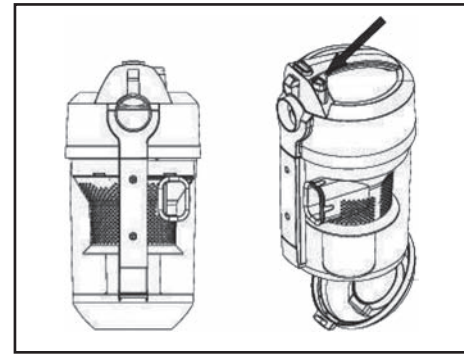

Fig. 8
- Sujete el recipiente sobre un cubo de basura y presione el botón de apertura del depósito (15) tal y como se indica para vaciar el recipiente. Una vez que hayan caído todos los residuos, cierre la tapa del recipiente; al cerrarse se oír un "clic". A continuación, vuelva a colocar el recipiente de residuos (fig. 8).